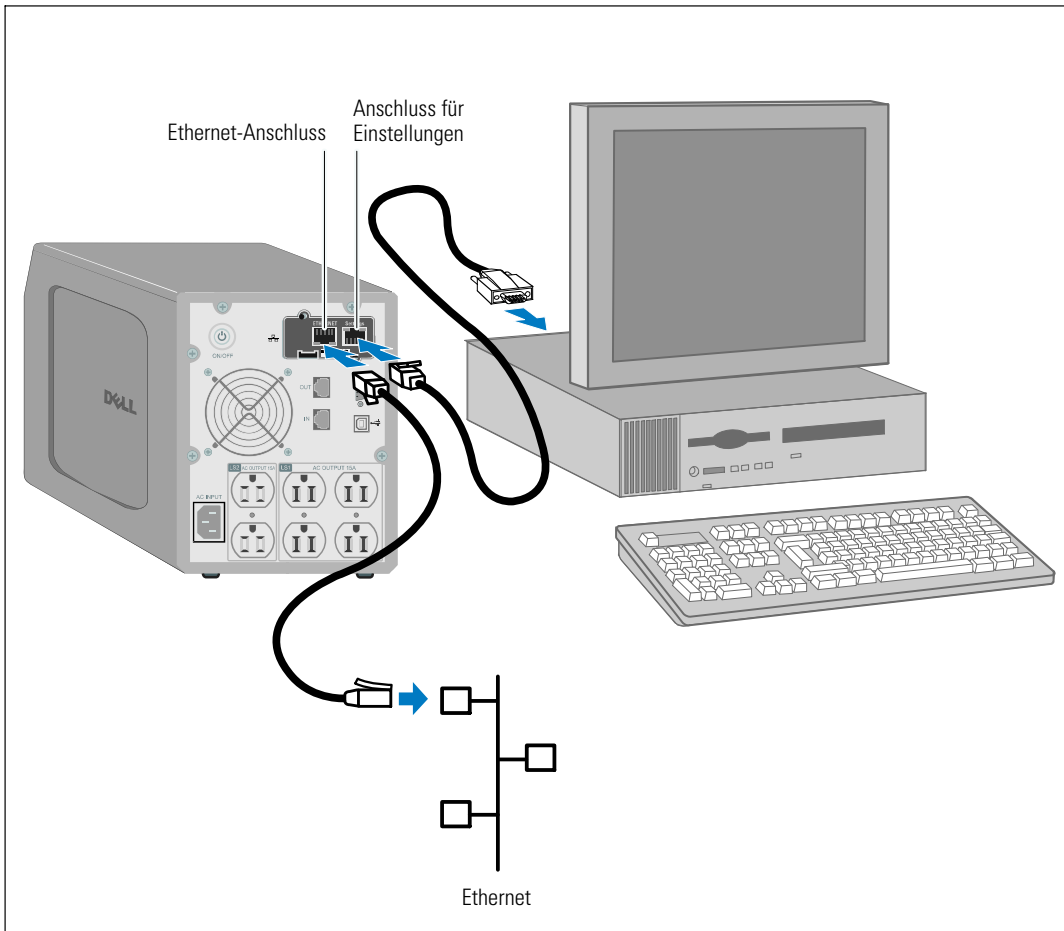

Abbildung 5. Verbinden der Karte
- 3 Schließen Sie ein aktives Ethernet-Kabel (nicht mitgeliefert) an den Ethernet-Anschluss der Dell Netzwerkmanagementkarte an (siehe Abbildung 5).